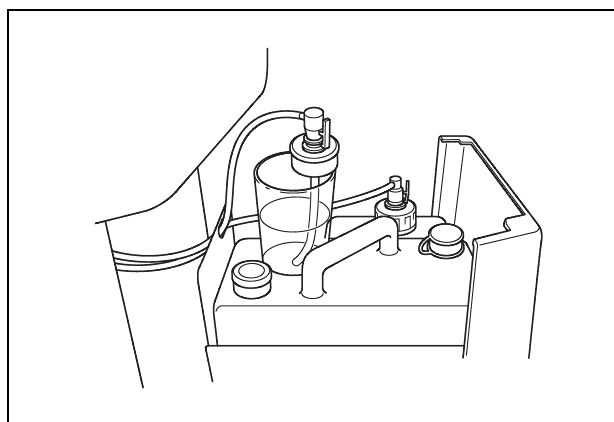

Рис. 7.90
8. Поместите снятую крышку в контейнер с раствором дезинфицирующего средства (см. Рис. 7.90).
14. Поместите крышку в контейнер со стерилизованной водой (см. Рис. 7.90).